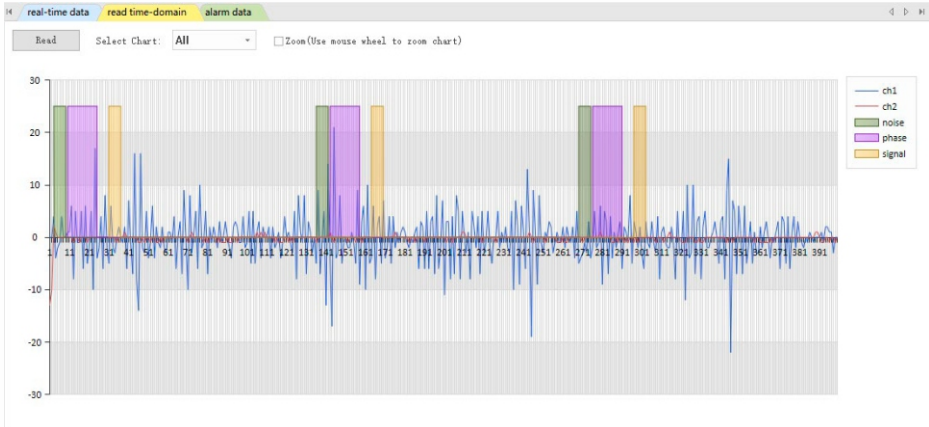

Рисунок 6-5
1. Нажмите «Прочитать данные временной защиты/read time-domain». Как показано на рис. 6-5, по горизонтальной оси отложено значение фазы, а по продольной оси — значение шума, обнаруженное текущей системой, с графиком. Синие и красные волны показывают состояние сигнала, принимаемого по каналам 1 и 2 по отдельности. Столбцы зеленого, фиолетового и желтого цветов соответственно представляют значения фазы шумового сигнала, передаваемого сигнала и принимаемого сигнала.